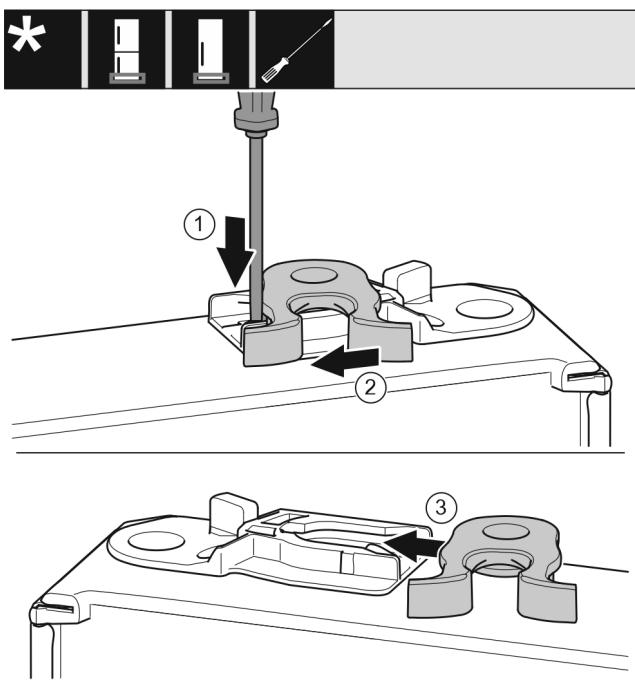

Fig. 17
- Нажмите шлицевой отверткой на накладку вниз. Fig. 17(1)
- Выведите запорный крючок из направляющей. Fig. 17(2)
- Вставьте запорный крючок в направляющую с другой стороны. Fig. 17(3)